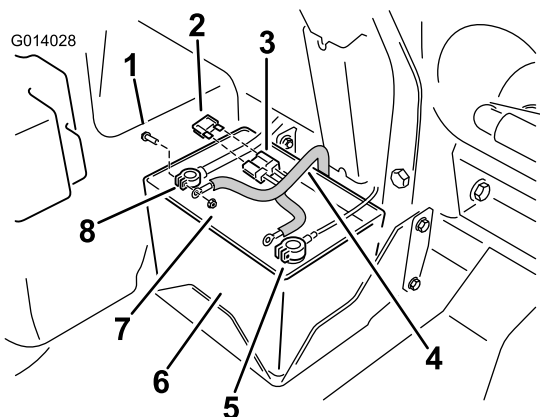

Рисунок 17
4. Подсоедините положительную красную круглую клемму жгута электропроводки к зажиму на красном кабеле аккумуляторной батареи (Рисунок 17).
5. Подсоедините отрицательную черную круглую клемму к отрицательному кабелю аккумуляторной батареи (Рисунок 17).
8. На аккумуляторной батарее: вставьте предохранитель в разъем жгута (Рисунок 17).